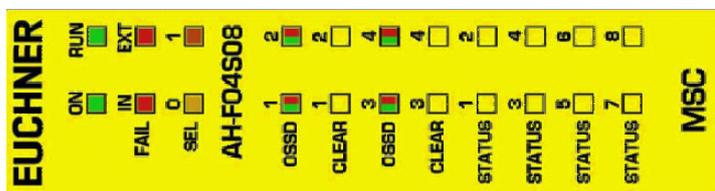

Figura 27:
8.3.15. Modulo AH-FO4S08 (Figura 27)